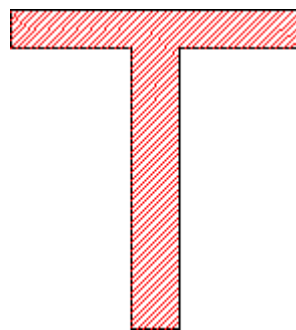

图 3-6 填充角度为 45 度
**填充角度:** 指填充线与 X 轴的夹角, 如图 3-6 所示为填充角度为 45 度时的填充图形。